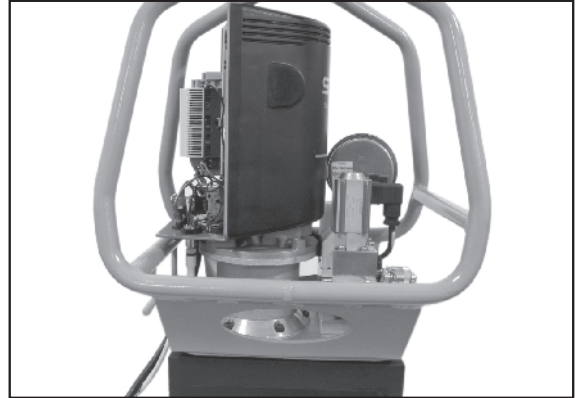

Figura 15.
4. Veja a Figura 15. Gire o motor.